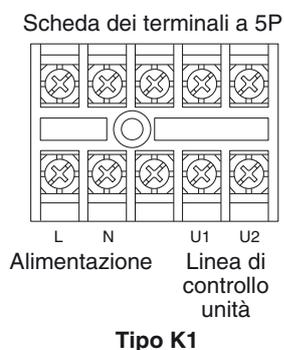

Fig. 4-2
- (1) Per una spiegazione di “A”, “B”, “C”, “D” ed “E” nei diagrammi che seguono, consultare la sezione 4-2 “Lunghezza e diametro raccomandati dei fili per il sistema di alimentazione”.
- (2) Lo schema di collegamento di base dell'unità interna mostra la scheda dei terminali; la scheda installata nell'unità in uso potrebbe tuttavia differire. (Fig. 4-2)
- (3) L'indirizzo del circuito refrigerante (R.C.) deve venire impostato prima di accendere il sistema.
- (4) Per quanto riguarda l'impostazione dell'indirizzo del circuito del refrigerante (R.C.) si prega di vedere le istruzioni per l'installazione fornite con il telecomando (opzionale). L'impostazione automatica dell'indirizzo può essere eseguita automaticamente dal telecomando. Anche per questa operazione si prega di vedere le istruzioni per l'installazione fornite con il telecomando (opzionale).